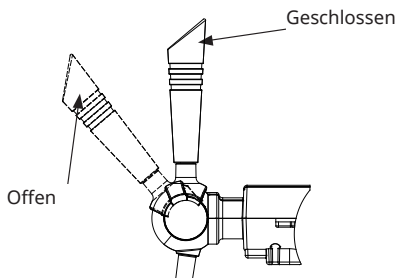

Abbildung 10
8. Sie können nun den Zapfhahn verwenden, um das Bier zu zapfen (ziehen Sie den Griff um 45 Grad nach vorne, wie in Abbildung 10 gezeigt).
Hinweis: Achten Sie beim Anschließen des Weinspenderanschlusses an den Weinausschank darauf, dass der Weinausgabehahn (wie in Abbildung 10 dargestellt) geschlossen ist.